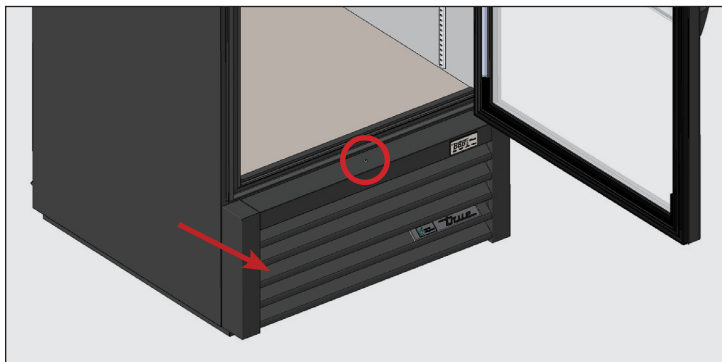

Fig. 1. Emplacement des vis de la grille de ventilation avant. Retirez délicatement la grille.
2. Retirez la grille de ventilation avant de l'appareil. Voir fig. 1